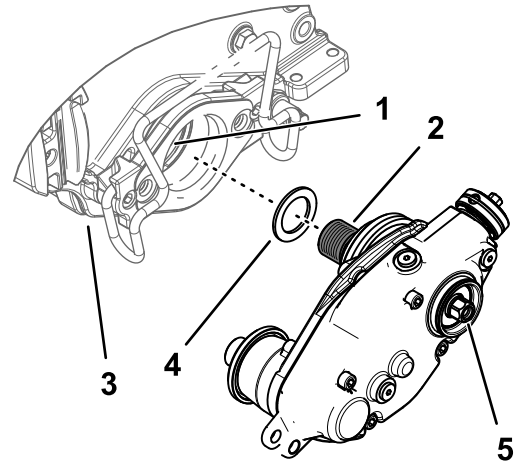

图13
2. 如果疏草刀驱动箱安装在滚刀组的左侧应在黑色滚刀适配器的螺纹上安装填隙垫圈图13。
4. 将疏草刀驱动箱添加到滚刀轴上图13。
6. 在固定滚刀的同时上紧驱动箱轴六角头的扭矩至 135 150N·m 请参阅图13。